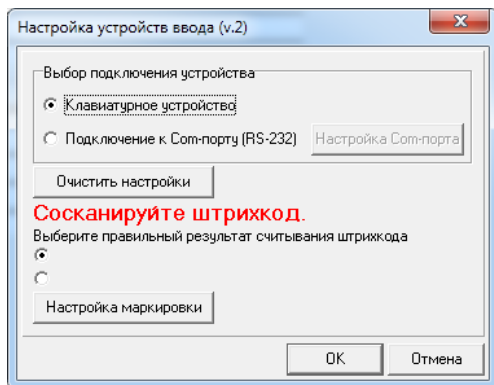
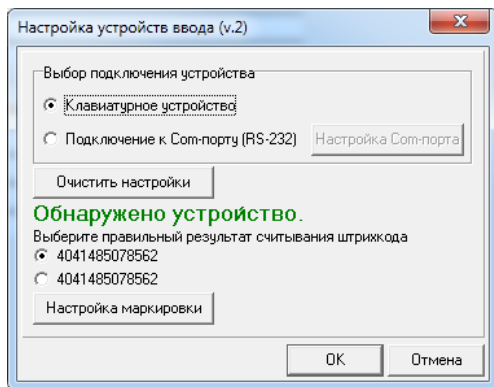

Рис. 14. Настройка устройств ввода (v.2)
Рис. 15. Обнаружено устройство
- Считайте сканером любой штрихкод (рис. 14), после чего появится надпись «Обнаружено устройство» (рис. 15) Если обнаружилось несколько вариантов записи штрихкода - поставьте галочку рядом с правильным.